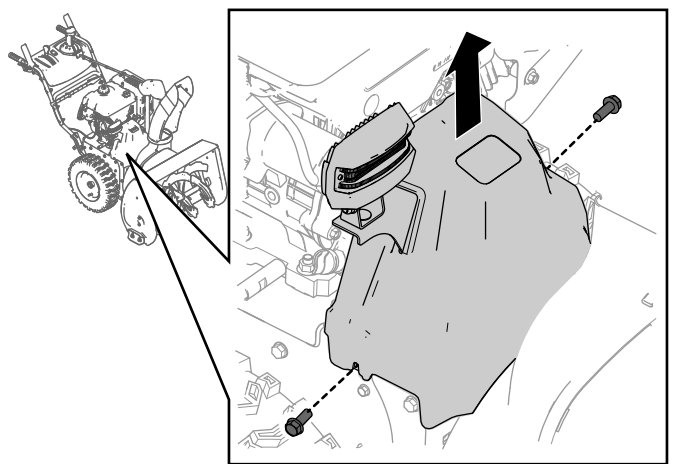

Рисунок 25
- Отверните 2 винта крепления крышки ремня (Рисунок 25) на месте.
- Снимите крышку ремня (Рисунок 25).